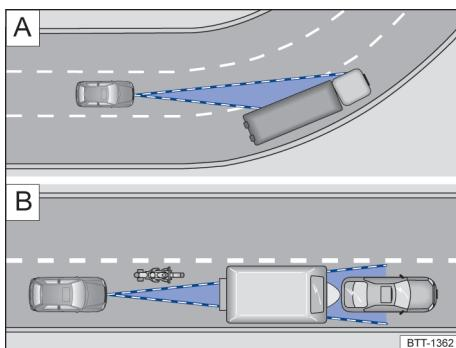

Fig. 129 A Trecho em curva. B Veículos fora do raio de ação do sensor de radar.
O sensor de radar mede sempre em linha reta. Por isto, em curvas acentuadas pode ser que detecte veículos incorretamente ou que não detecte veículos que estejam adiante  Fig. 129 A.
- Em caso de veículos que estão fora da área do sensor a pouca distância de seu veículo, por exemplo, motocicletas → Fig. 129 [B].